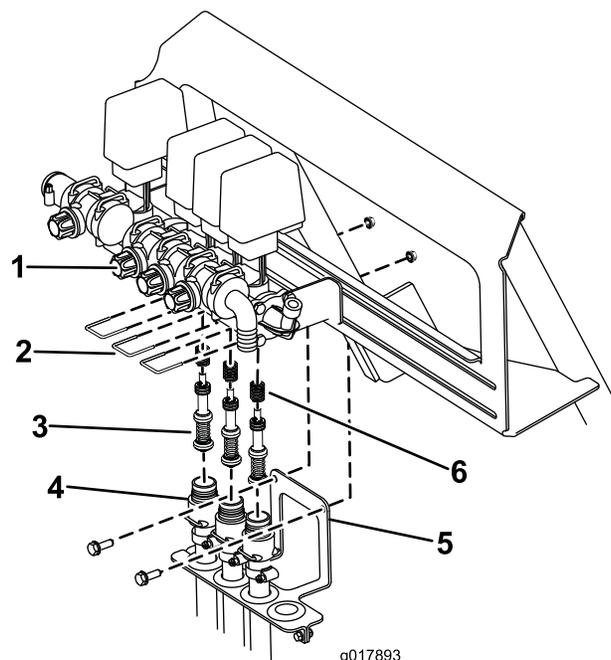

Bild 70
- B. Entfernen Sie die drei Gabeln, mit denen der Ventilsockel am Ventil befestigt ist (Bild 70).
- C. Nehmen Sie die zwei Schrauben und Muttern ab, mit denen die Schlauchkabelbaumhalterung am Rahmen des Sprühfahrzeugs befestigt ist (Bild 70). Senken Sie die Schläuche vom Ventil entfernt ab.
- D. Entfernen Sie die drei Schrauben, mit denen die Kolben im Ventil befestigt sind, mit einem 3-mm-Inbusschlüssel. Achten Sie auf die Federn im Ventil (Bild 70).